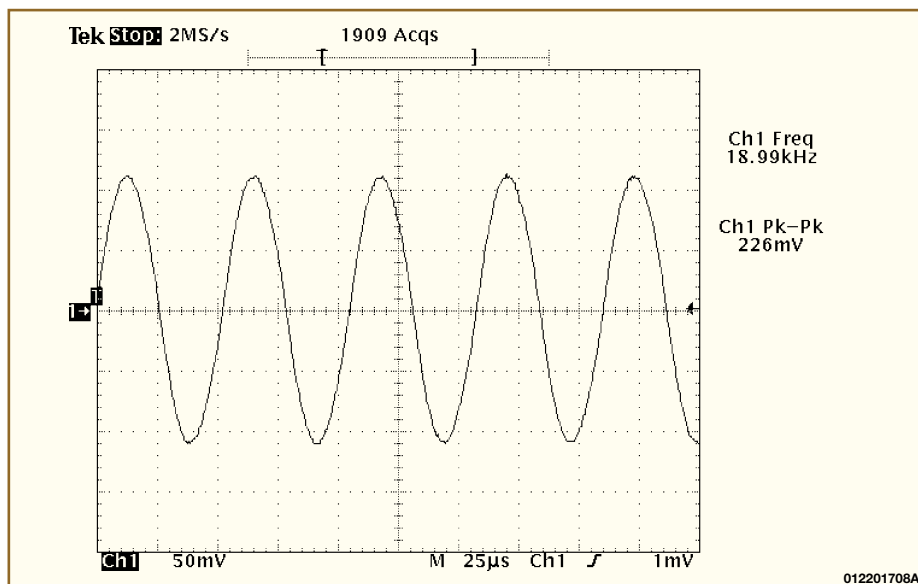

Bild 8: Abstimmung des Signals mit Hilfe von L 2 auf Maximum
- Messen Sie das Signal am Parallelschwingkreis C 30/L 2 mit einem 10:1- Tastkopf. Stimmen Sie das Signal mit Hilfe von L 2 auf Maximum ab (ca. 230 mV_{ss}). Siehe dazu Abbildung 8.